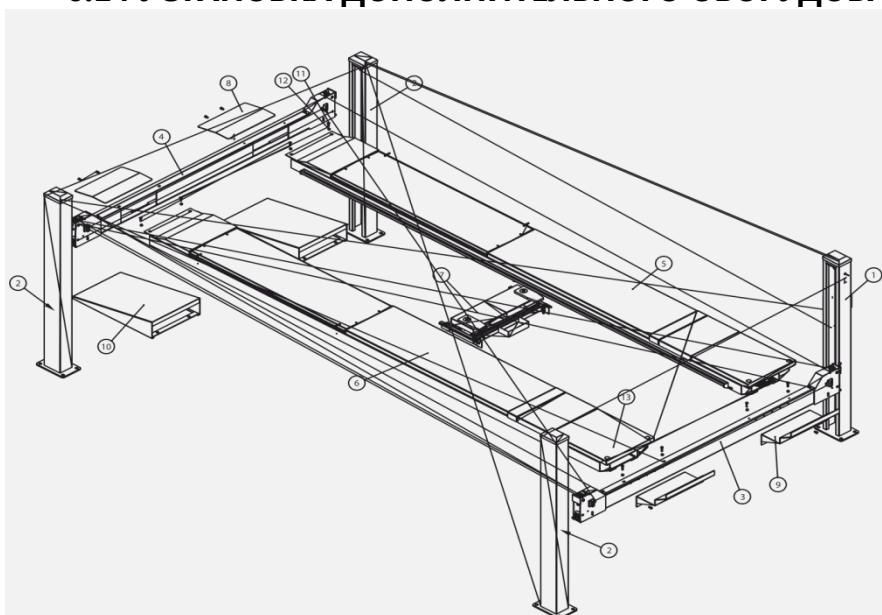

Рисунок 30
6.14 УСТАНОВКА ДОПОЛНИТЕЛЬНОГО ОБОРУДОВАНИЯ (Рисунок 30)